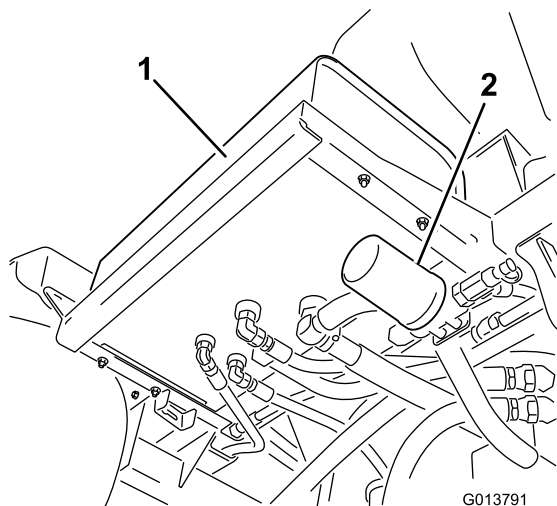
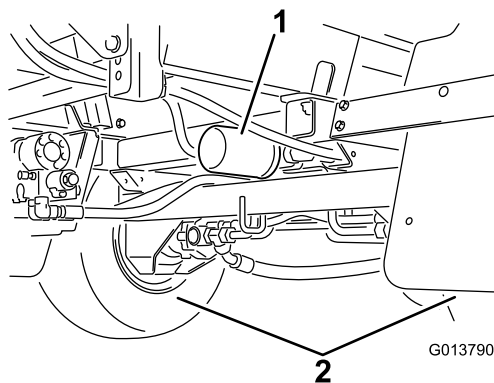

図 106
図 107
2. 車体についている2つの油圧フィルタを両方とも取り外す **図 106** と **図 107**。